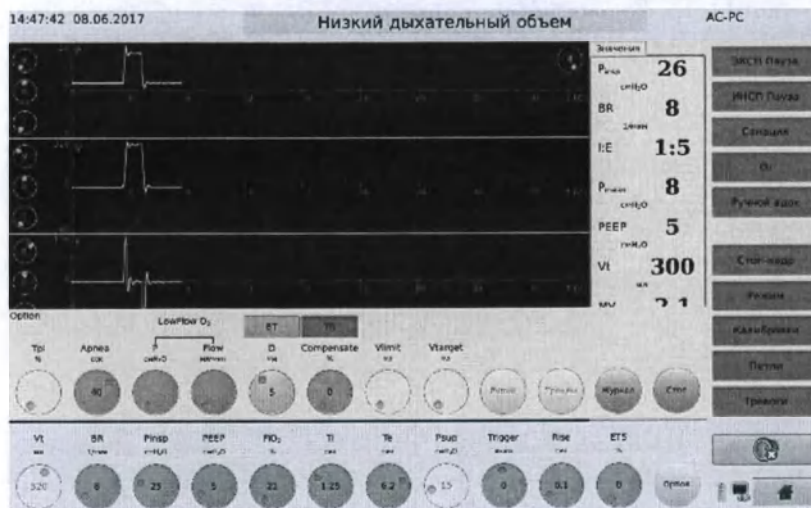

Рисунок 5-6. Настройка дополнительных параметров
3. Подтвердите установку нажатием на значение параметра, желтый цвет сменится синим (рисунок 5-6).